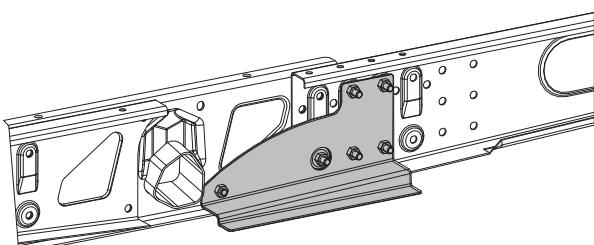

Fig. 18
- Adecuado para caravanas hasta 1800 kg y un chasis AL-KO M con largueros desplazables (Fig. 18).